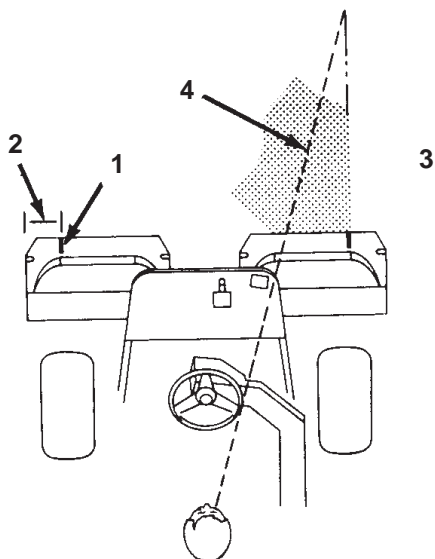

Figure 29
1. Mesurez environ 12,7 cm à partir du bord extérieur de chaque bac (Fig. 29).
2. Placez une bande de papier blanc ou tracez un trait sur chaque bac parallèlement à son bord extérieur (Fig. 29).